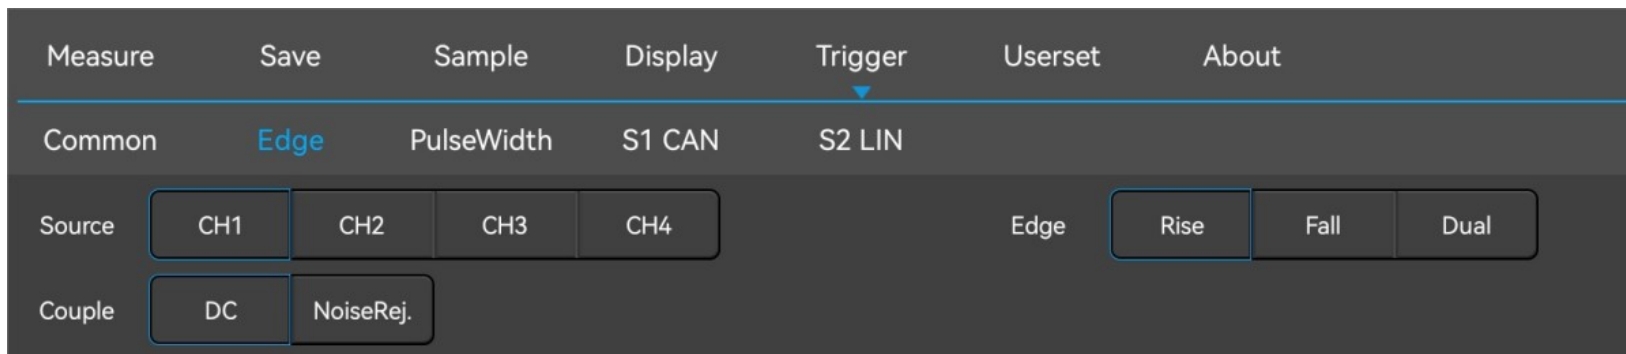

Abbildung 5-11 Menü „Edge Trigger Setting“ (Einstellung für Flankentrigger)
- 1) Tippen Sie im Hauptmenü auf „Trigger“, um das Trigger-Menü zu öffnen, wählen Sie unter „Triggertyp“ die Option „Flankentrigger“ aus und nehmen Sie die folgenden Einstellungen vor, wie in Abbildung 5-11 dargestellt: